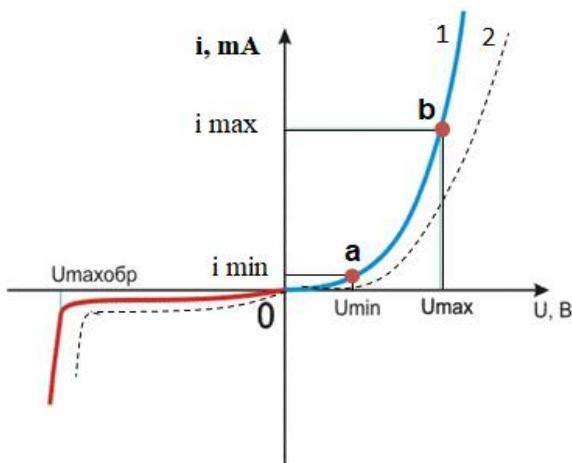

Рис. 8. Вольтамперная характеристика светодиода
Вольтамперная характеристика. Полную информацию об электрических свойствах светодиода дает его вольтамперная характеристика (рис. 8). При прямом подключении к источнику постоянного тока светодиод будет излучать свет в интервале напряжений от U_{\min} до U_{\max} , то есть для светодиода рабочим является участок ab вольтамперной характеристики 1. В случае превышения предельного напряжения U_{\max} наступает пробой p-n перехода и светодиод выйдет из строя. Пробой наступит также в случае обратного включения светодиода к напряжению, превышающему $U_{\max, \text{обр}}$. При обратном включении светодиода в случае $U < U_{\max, \text{обр}}$ через него протекает малый ток утечки $i_{\text{обр}}$, светодиод при этом не излучает света.
Вид вольтамперной характеристики зависит от природы полупроводников, составляющих светодиод. На рис. 8 пунктирной линией 2 показана вольтамперная характеристика светодиода, излучающего в более коротковолновом диапазоне, чем светодиод 1 (сплошная линия).
5. Постройте график рабочего участка ab вольтамперной характеристики (рис. 8).